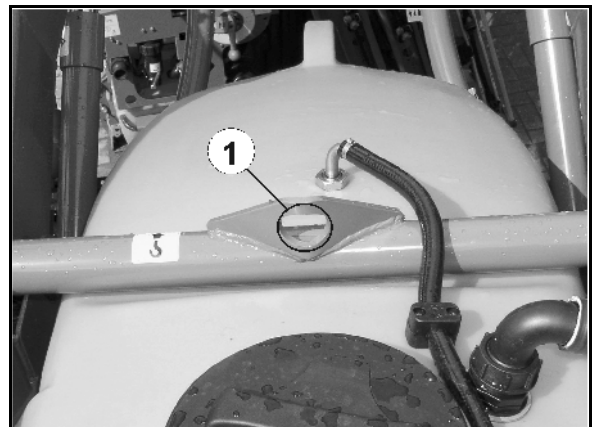

Fig. 5
En el recipiente se encuentran respectivamente 3 puntos de fijación (Fig. 5/1, Fig. 6/1, Fig. 7/1).
- 3000 kg detrás (Fig. 5)